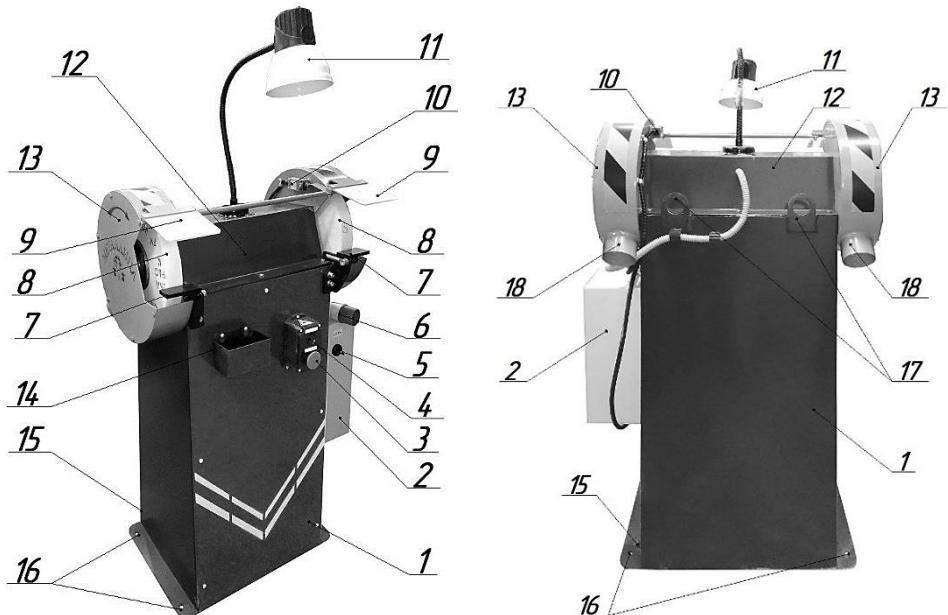

Рис. 3. Общий вид станка
5.2. Станок состоит из сварной станины (рис. 3, поз. 1), на которую установлены электрошкаф 2, кожухи шлифовальных кругов 13, защитное ограждение вала (коух) 12.
В нижней части каждого кожуха имеется патрубок Ø 70 мм. для подключения вытяжной вентиляции и отвода абразива. Остальные конструктивные части станка показаны на рис. 3.
* Модель станка ТШ-2РБ оборудована концевым выключателем SB3 (рис.4), который блокирует работу станка при поднятом защитном экране (рис.3 поз.9).